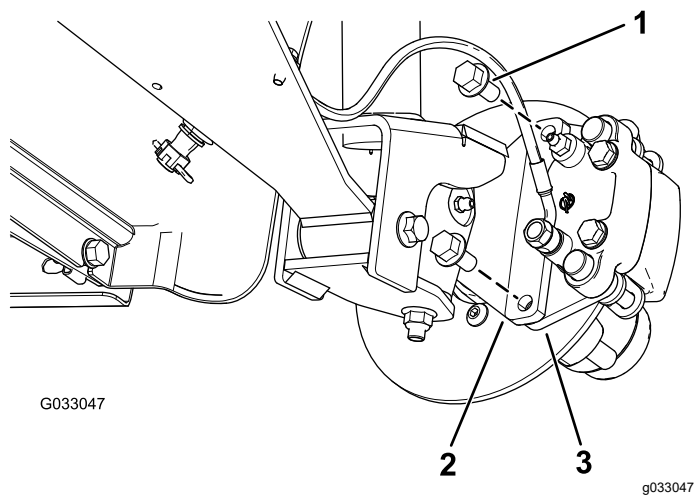
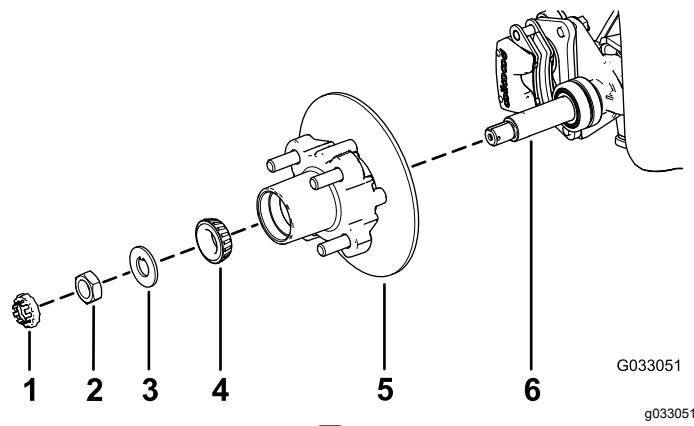

図 30
図 34
3. ブレーキアセンブリ用のブラケットをスピンドルに固定しているフランジヘッドボルト $\frac{3}{8}$ " x $\frac{3}{4}$ "を外してスピンドルからブレーキを取り外す 図 30。
1. スピンドルに所定のグリスを薄く塗る 図 34。
2. ハブとロータをスピンドルに取り付ける。ロータを内側にすること 図 34。
3. スピンドルに外側ベアリングを取り付けてレースにはめる 図 34。
4. スピンドルにタブワッシャを取り付ける 図 34。
5. スピンドルにスピンドルナットを取り付け、ハブを回してベアリングを着座させながらナットを 15 N·m 1.52 kg·m = 11 ft·lb に締めつける 図 34。
2. ブレーキパッドをロータのそれぞれの側に合わせ 図 30、キャリパブラケットの穴と、スピンドルフレームのブレーキ取り付け部の穴を整列させる 図 34。
3. キャリパブラケットをスピンドルフレームに固定する 図 30 フランジヘッドボルト $\frac{3}{8}$ " x $\frac{3}{4}$ " 2本を使用する。